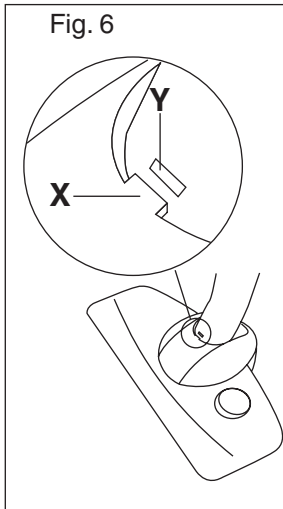
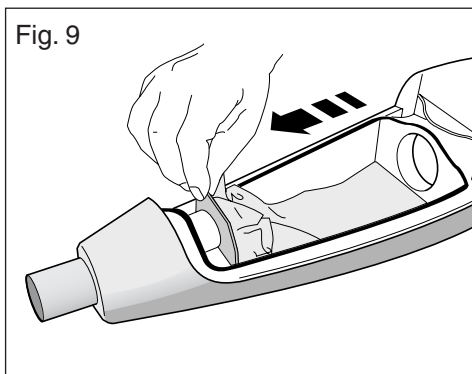

Fig. 7
Fig. 10
Rimuovere il coperchio (5) abbassando il cursore posto sul coperchio stesso e aprendo il vano (fig. 7). Sfilare il sacco raccogli-polvere dalla sua sede. Inserire un nuovo sacco, facendo attenzione ad infilare il cartoncino nelle apposite guide (Fig. 8-9). Rimettere il coperchio (Fig. 10) e chiuderlo premendolo bene a fondo fino ad udire uno scatto.